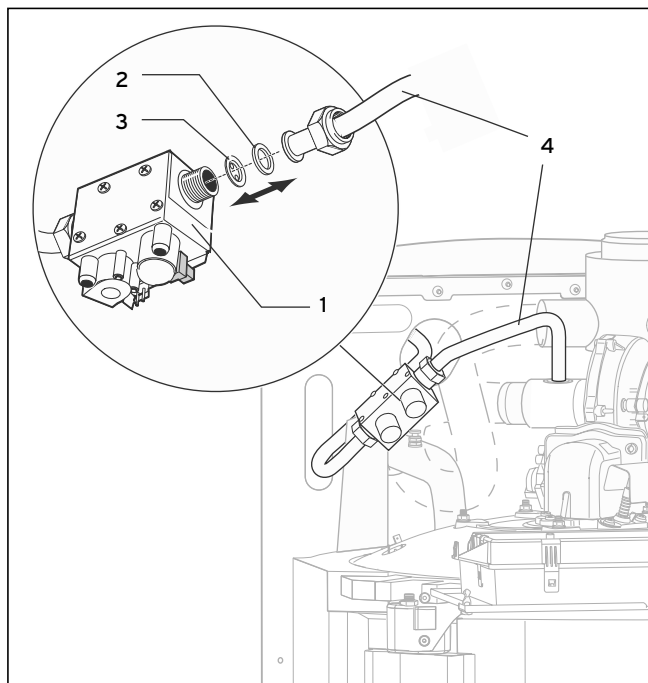

Рис. 9.7 Замена газовой арматуры
- Извлеките заглушку (3, рис. 9.7), (не VKK 656)